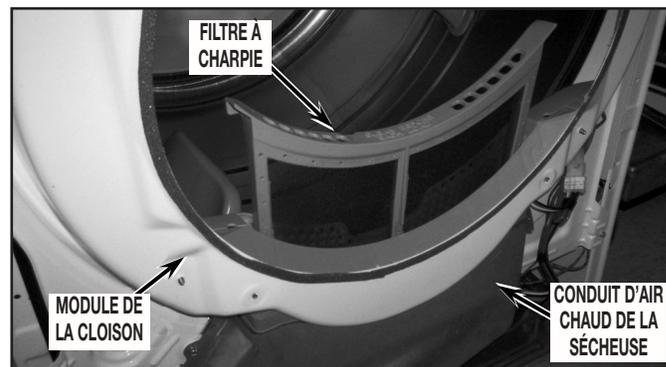

FIGURE 11
15. Déposer le cadre frontal de la sécheuse : retirer d'abord le tamis à charpie du conduit d'air chaud (voir Figure 11).